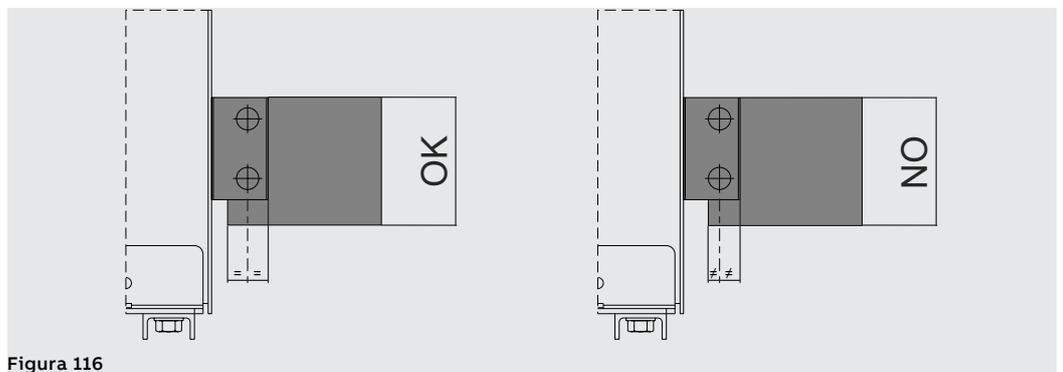

Figura 116
- Garantire che la distanza tra fori ed estremità del terminale e tra fori ed estremità della sbarra sia la medesima. Vedi esempio Figura 116.